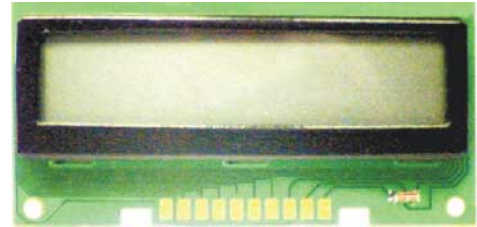
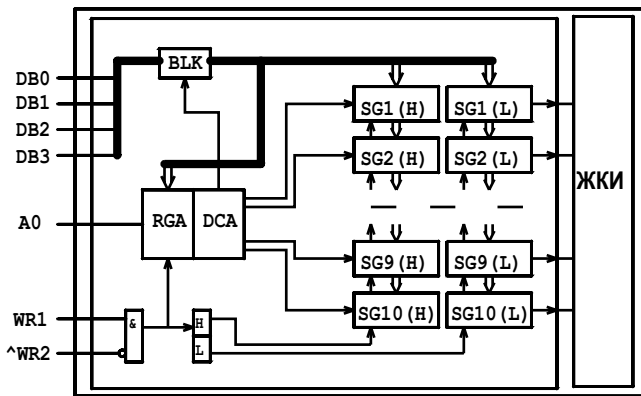
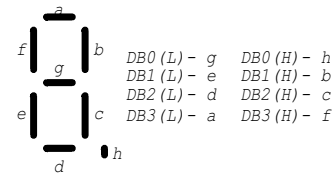

Рис.1
Рис. 2
Рис. 3
Жидкокристаллический модуль МТ10Т7-7 состоит из БИС контроллера и ЖК панели. Модуль может отображать 10 знаков (цифр с точкой). Внешний вид приведен на рис.1. Любой сегмент любого знакоместа можно включать и выключать независимо от остальных сегментов. Структурная схема модуля представлена на рис.2. Регистры данных в БИС делятся на две тетрады: SGx(L) и SGx(H). Запись данных в знакоместо производится за два такта: сначала в младшую тетраду, затем в старшую. Младшая тетрада отвечает за сегменты g, e, d, a, а старшая - за сегменты h, b, c, d (см.рис.3). Запись "H" вызывает высвечивание соответствующего сегмента, запись "L" вызывает его гашение.